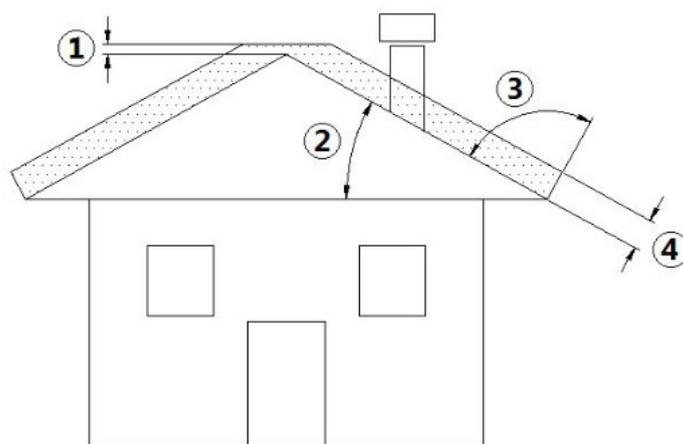

Fig. 3 - Geneigtes Dach
### LEGENDE Fig. 3 a pag. 8
- Die Höhe des Auslasses in die Atmosphäre muss außerhalb des Rückflussbereichs liegen, der durch die Form des Daches oder durch Hindernisse hervorgerufen wird, die sich in unmittelbarer Nähe befinden (siehe **Fig. 3 a pag. 8**).